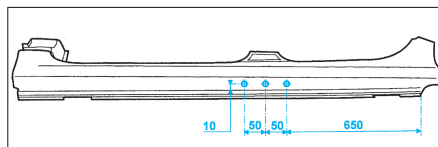

FIG. 99
- Tracer puis percer suivant la figure des trous Ø 8 mm pour soudage ultérieur par points bouchons (Fig.99).
- par points bouchons au MIG (suivant les perçages) et meuler (Fig.99),